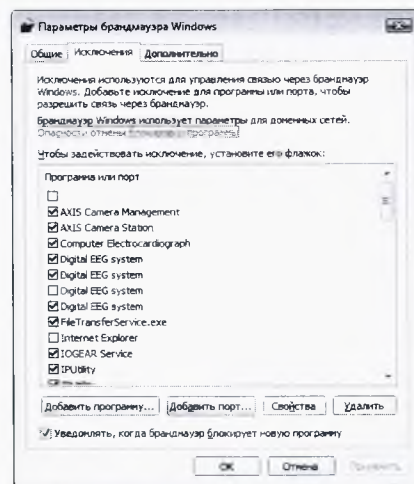

Рис. 111
5. В диалоговом окне «Параметры брандмауэра Windows» (рис. 111) на закладке «Исключения» нажмите кнопку «Добавить программу...».
9. Закройте диалоговое окно (рис. 111) с помощью кнопки «OK».